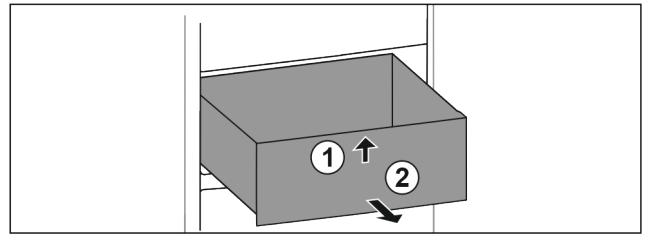

Fig. 81
- ▶ Levante el cajón por delante. Fig. 81 (1)
- ▶ Extraiga el cajón hacia delante. Fig. 81 (2)